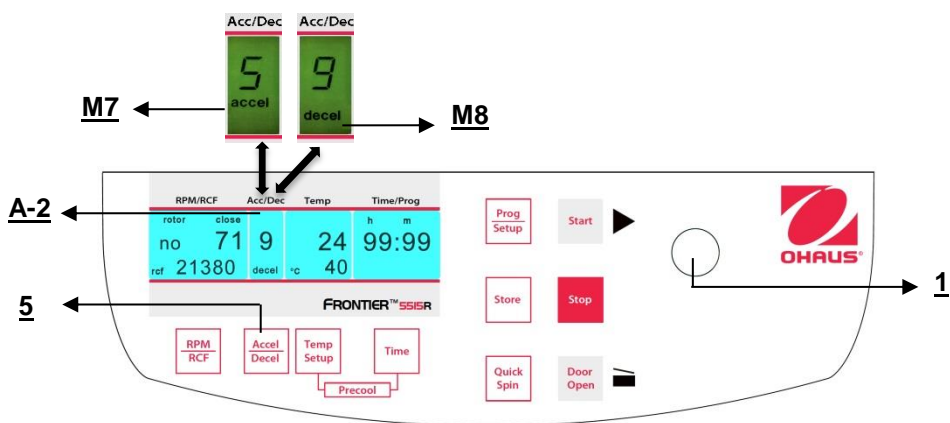

Figura 18
Questa funzione è attivata mediante il tasto "**Accel/Decel**" (5) (fare riferimento alla figura 18).